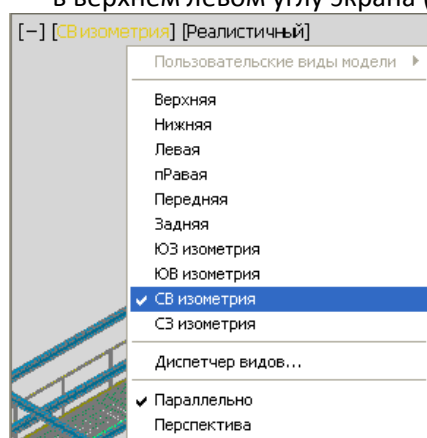

Рис. 43
- Установите текущий вид **СВ изометрия** с помощью инструмента **Управление видами** в верхнем левом углу экрана (Рис. 43).